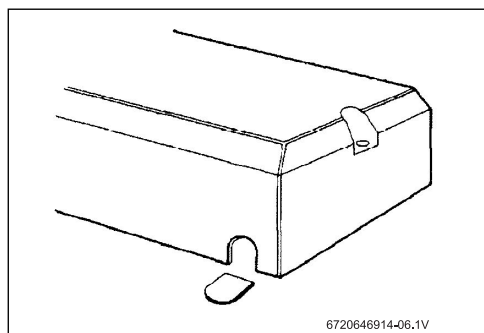

Fig. 5 Cubierta de la unidad
- Si va a ser a través de la cubierta inferior, corte el saliente de plástico para exponer la funda de goma (Fig. 5):